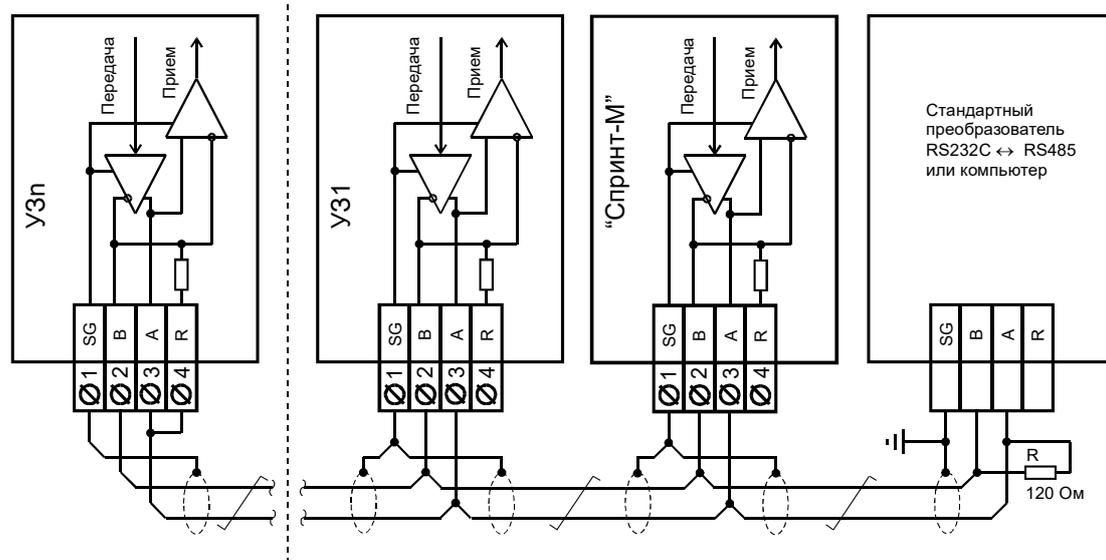

Рис. 14. Схема подключения устройств с интерфейсом RS485 в локальную сеть. Внешний резистор R устанавливается при отсутствии встроенного резистора.
3.3.2 Для проведения регулировки необходимо выключить синхронизатор. Снять переднюю панель блока. На устройстве ввода-вывода модуля ВВ закоротить контакты разъема X3 (см. рис. 14 приложения). Включить синхронизатор. Синхронизатор переходит в режим «Калибровка».